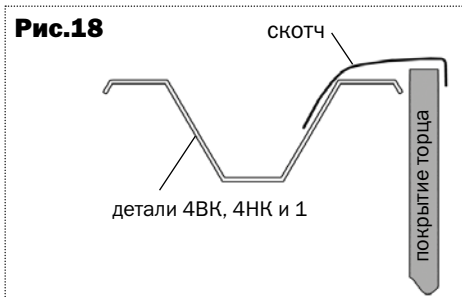

Рис.18
5. Подровняйте ножом куски покрытия по дугам **4н** и **4вк** и детали **1**, а затем закройте полученный срез скотчем в соответствии с **рис.18**.